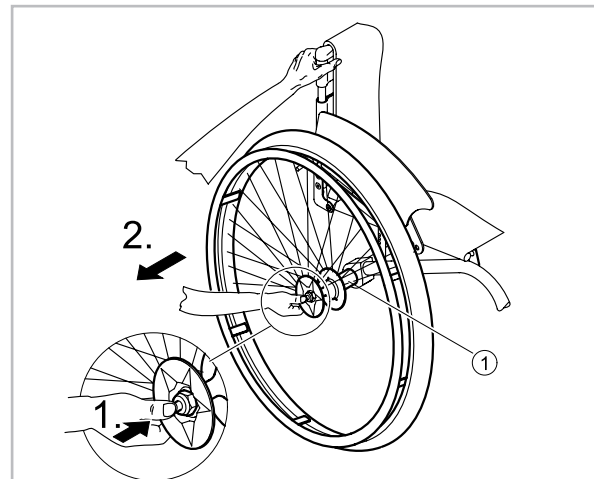

Figura 12
- Con l'altra mano afferrare la ruota in corrispondenza dei raggi all'altezza del mozzo (vedi Figura 12).
- Con il pollice premere il piolo a livello del mozzo ① ed estrarre la ruota dal supporto della piastra di regolazione ②.
- Con il pollice premere il piolo in corrispondenza del mozzo ① e tenerlo premuto.
- A questo punto inserire l'asse nel supporto ① del tubolare fino alla posizione di fermo.